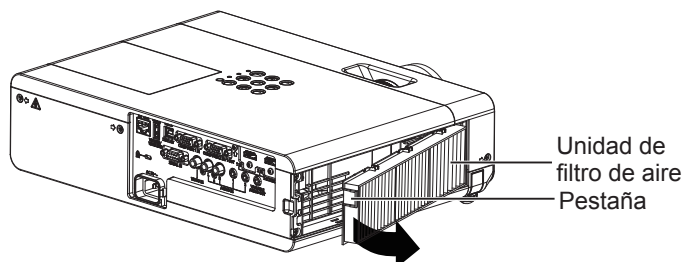

Fig. 2
- Sujete la pestaña de la unidad del filtro de aire y estire en la dirección de la flecha. (Fig. 2)